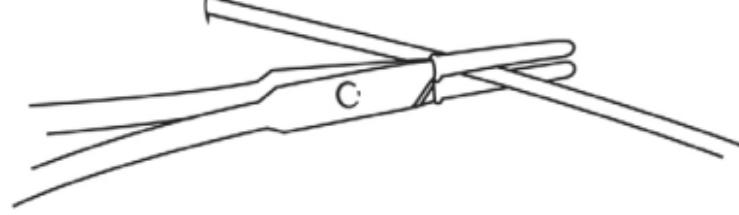

Fig. 1
- Preparare la zona. Bloccare fermamente il catetere vicino al sito di ingresso nella cute con un forcipe ghierato di gomma. (Fig. 1)